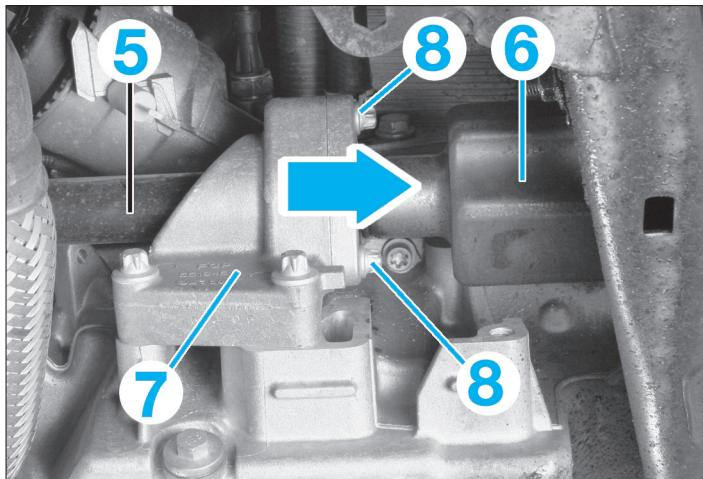

FIG. 3
- Déposer la transmission droite de l'arbre intermédiaire (5) en frappant avec un chasse en métal doux sur la partie métallique du joint homocinétique (6) (fig. 3).
- Déposer les 3 vis (8) support de palier (7) de transmission intermédiaire.
- Retirer l'arbre de transmission intermédiaire (5) de la boîte de vitesses.
- Fixer les 3 vis (8) sur le support de palier de transmission (7) et les serrer au couple (fig. 3).